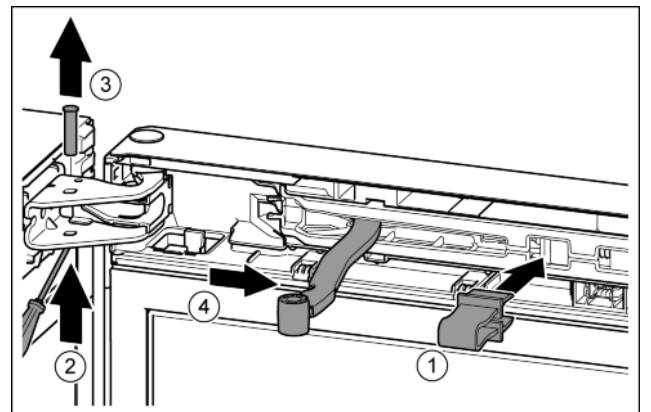

Fig. 9
- ▶ Innestare la protezione nell'apertura. Fig. 9 (1)
- ▶ Con un cacciavite spingere verso l'esterno il perno. Fig. 9 (2)
- ▶ Estrarre il perno verso l'alto. Fig. 9 (3)
- ▶ Ruotare lo snodo in direzione della porta. Fig. 9 (4)